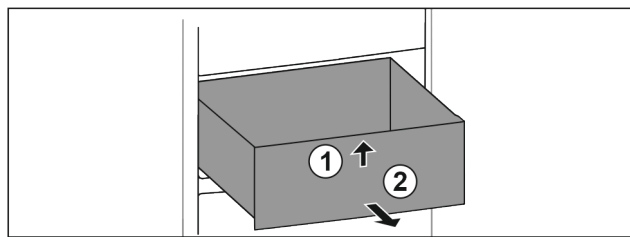

Fig. 133
- Emelje meg a fiók elejét. Fig. 133 (1)
- Vegye ki a fiókot előrefelé. Fig. 133 (2)